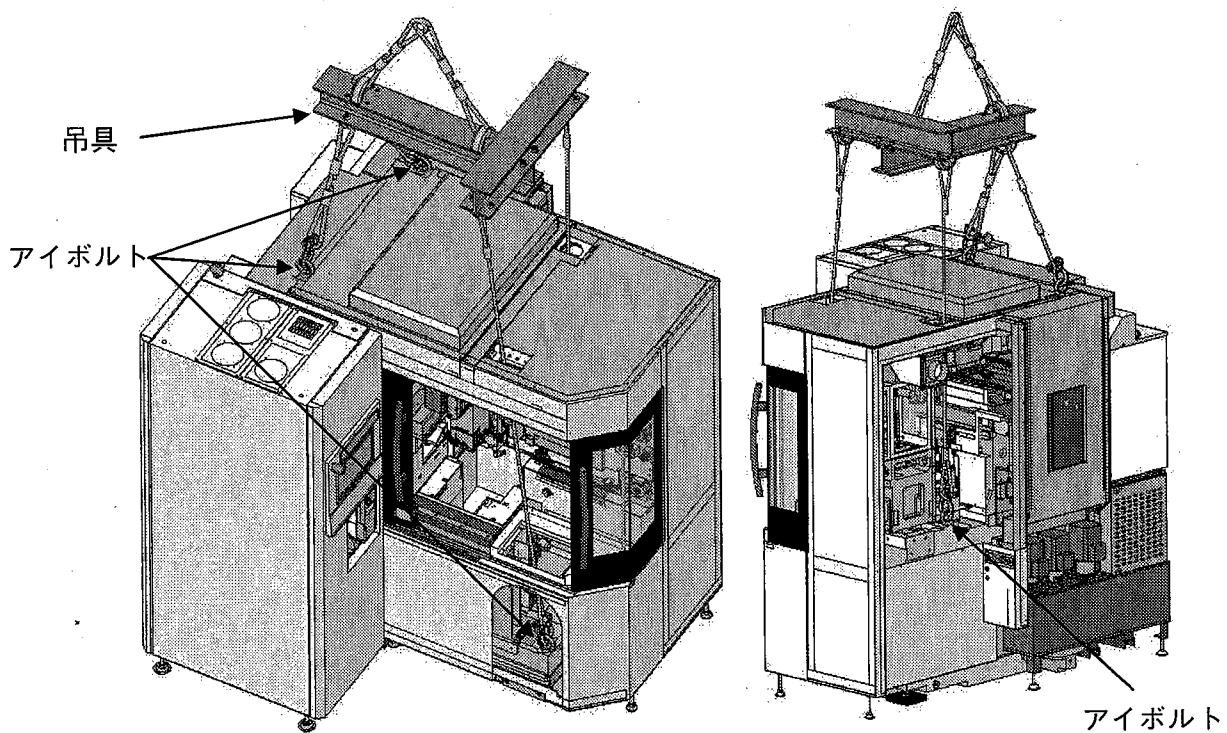

図 4.2-2 機械本体の吊り上げ
- c ベッドの2箇所の取付穴にアイボルト M24 を取り付けます。(図 4.2-2 参照)